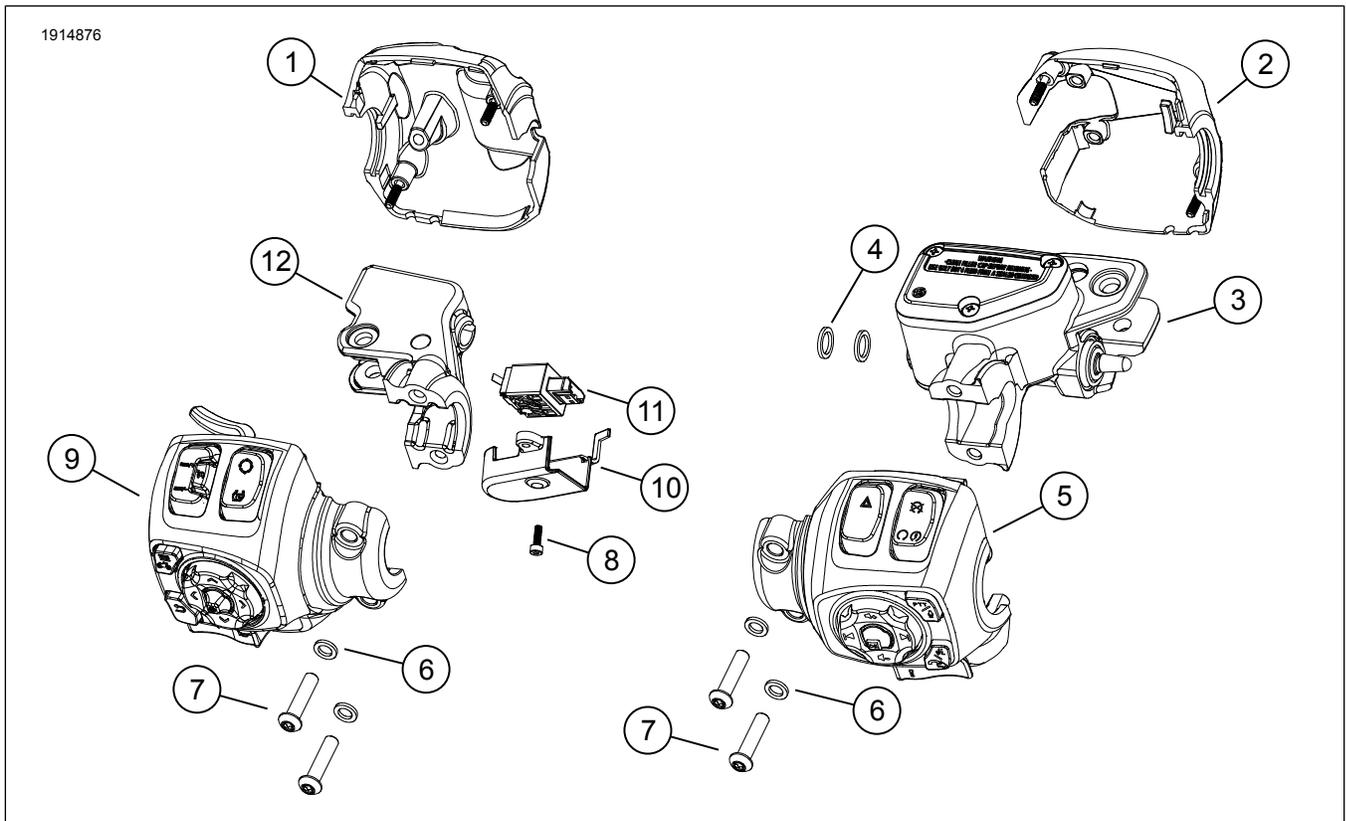

Figure 1. Contenu du kit : Commandes gauche et droite
1. Voir la figure 1. Poser le **nouveau** module de commande manuelle gauche (9). Consulter le manuel d'entretien.
3. Poser le **nouveau** commutateur d'embrayage (11), le couvercle du commutateur (10) et la vis (8). Consulter le manuel d'entretien.